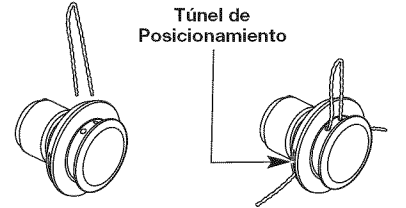

Fig. 14
4. Inserte ambos extremos de su línea a través de los agujeros adecuados en el lado de la cabeza de corte (Fig. 14).